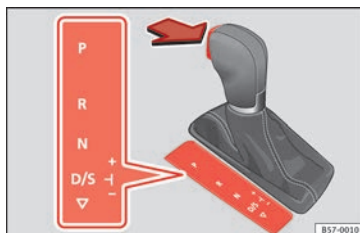

Abb. 178 Wählhebelsperre
- Treten Sie das Bremspedal *und* halten Sie gleichzeitig die Sperrtaste in Pfeilrichtung gedrückt »» **Abb. 178.**